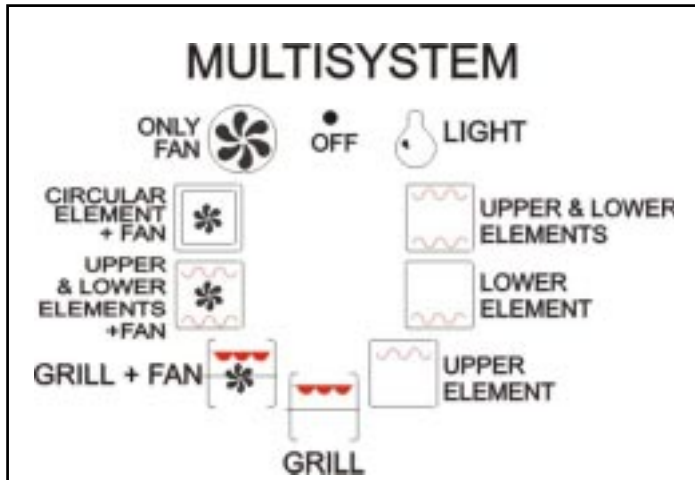

Fig. 6
- A l'intérieur du four **HX-234** on a 3 résistances et un grill. Chaque résistance a une puissance très élevée. Le sélecteur permet de déterminer différents types de cuisson qui mieux s'adaptent aux exigences les plus variées (fig. 6). Le grill permet de rissoler, gratiner et griller les aliments.